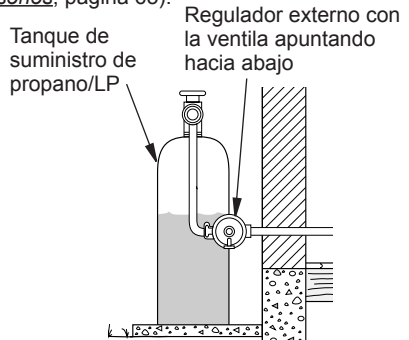

Figura 13 - Regulador externo con la ventila apuntando hacia abajo
El instalador debe proveer un regulador externo. El regulador externo reducirá la presión del gas entrante. Debe reducir la presión del gas entrante de manera que esté entre 11" y 14" de c.a. Si no reduce la presión del gas entrante, se pueden producir daños al regulador del calentador. Instale el regulador externo con la ventila apuntando hacia abajo. Como se muestra en la figura 13. El apuntar la ventila hacia abajo la protege de la lluvia helada o aguanieve.
4. Revise todas las uniones entre la válvula de cierre del equipo y válvula de gas del termostato (consulte la figura 13 o 14, página 53). Aplique en todas las uniones algún líquido de detección de fugas que no sea corrosivo. La formación de burbujas indicará una fuga.